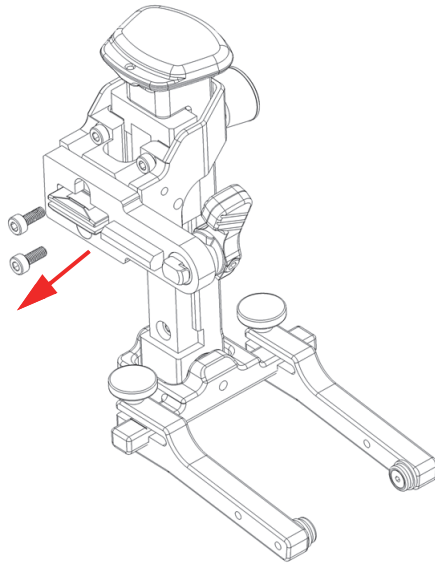

图 2-20 取出两个螺钉
1. 使用一个2.5毫米的六角键取下弹簧加载臂（SLA）支架上的两个螺钉（参见第50页的图 2-20）。